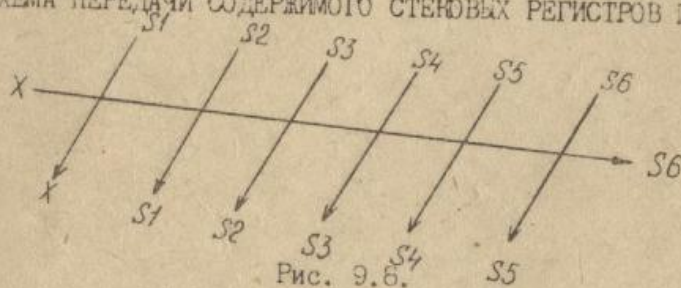

Рис. 9.8.
Запись и вызов чисел из стековой памяти осуществляется с помощью регистра  $X$  по схеме, приведенной на рис. 9.8.
9.11.3. Стековая память может быть использована при вычислениях как дополнительная память для хранения исходных данных и промежуточных результатов. При работе со стековой памятью необходимо учитывать, что информация по кольцу, составленному из стековых регистров, и регистра X может продвигаться только в одном направлении (см. рис. 9.8).